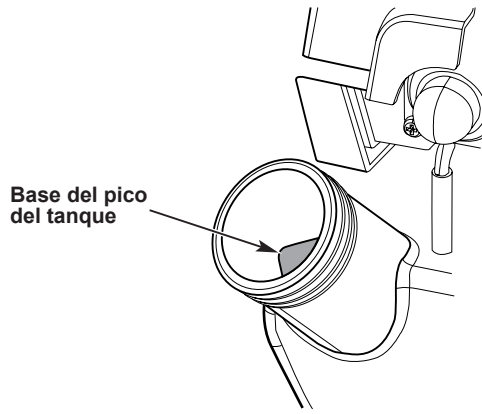

Fig. 6a
3. Coloque el pico del contenedor de combustible en el orificio de llenado del tanque de combustible y llene el tanque. Deje de añadir gasolina cuando observe que el nivel alcanza la base del pico del tanque (Fig. 6a).